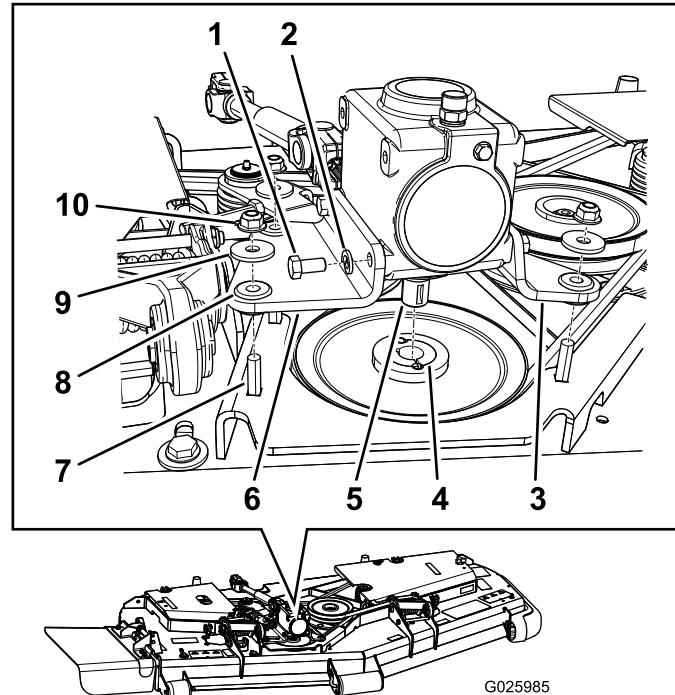

Figura 1
- B. Togliete la scatola ingranaggi usata comprese le 2 staffe di montaggio (Figura 1).
- C. Controllate gli isolanti in gomma inseriti nelle staffe di montaggio (Figura 1).
- E. Trasferite la puleggia motrice nella nuova scatola ingranaggi utilizzando la boccola Taperlock e la chiave preesistente (Figura 1).